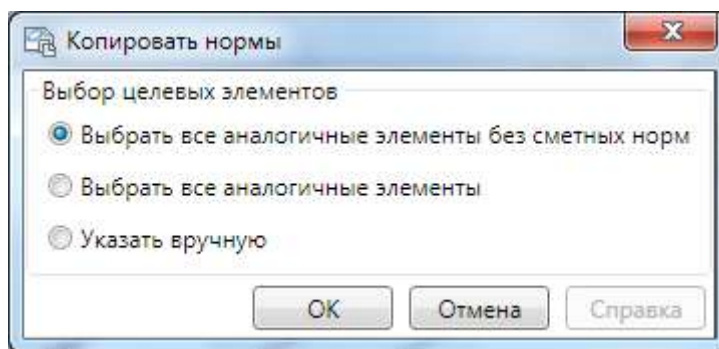

Рис. 25. Копировать нормы
- в случае, если в проекте предварительно не выбран элемент с назначенными сметными нормами, то пользователю будет предложено выбрать в проекте исходный элемент для копирования, при этом будут доступны для выбора только элементы с назначенными сметными нормами; после выбора исходного элемента откроется диалоговое окно **Копировать нормы** (рис. 25).